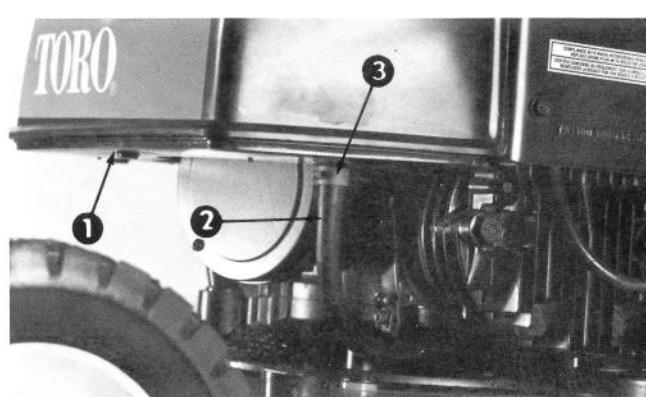

Figure 22
2. Placez un bac à vidange peu profond, propre, sous le réservoir à essence (Fig. 22).
3. Comprimez les bouts du collier qui serre la conduite d'essence sur le raccord du réservoir (Fig. 22), puis glissez-le le long de la conduite.